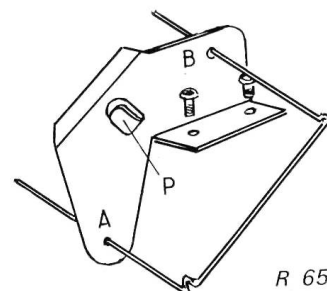

Fig. 5
- Enfiler les pattes du ressort dans les 2 trous A et B du support (fig. 5).
- Faire levier à l'aide d'un tournevis pour engager le ressort sous la patte de maintien (P) — (fig. 5).